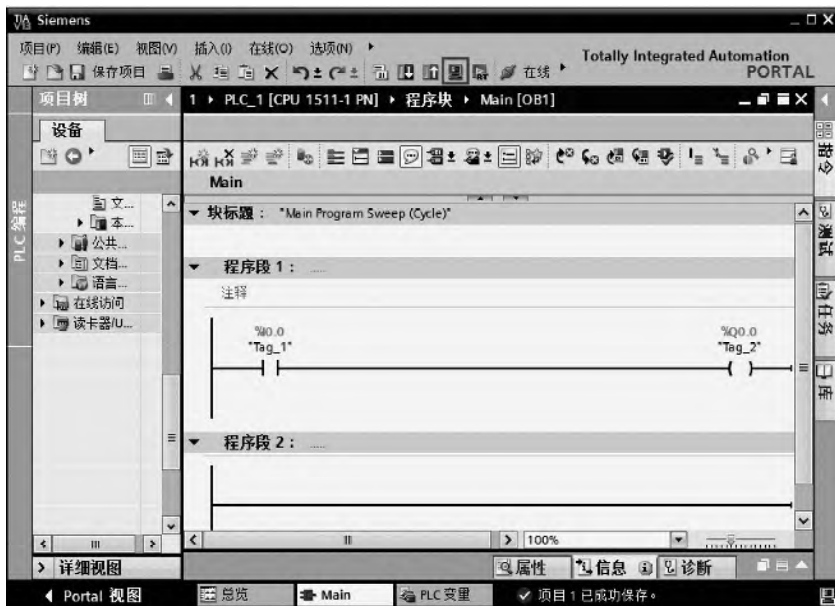

图 6-62 开启仿真
② 开启仿真。在 TIA 博途软件项目视图界面中,单击工具栏上的“开始仿真”按钮,如图 6-62 所示。